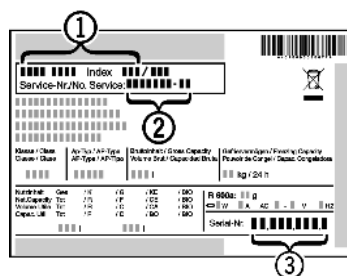

Fig. 41
- ▶ Gerätebezeichnung Fig. 41 (1), Service-Nr. Fig. 41 (2) und Serial-Nr. Fig. 41 (3) vom Typenschild ablesen. Das Typenschild befindet sich an der linken Geräteinnenseite.